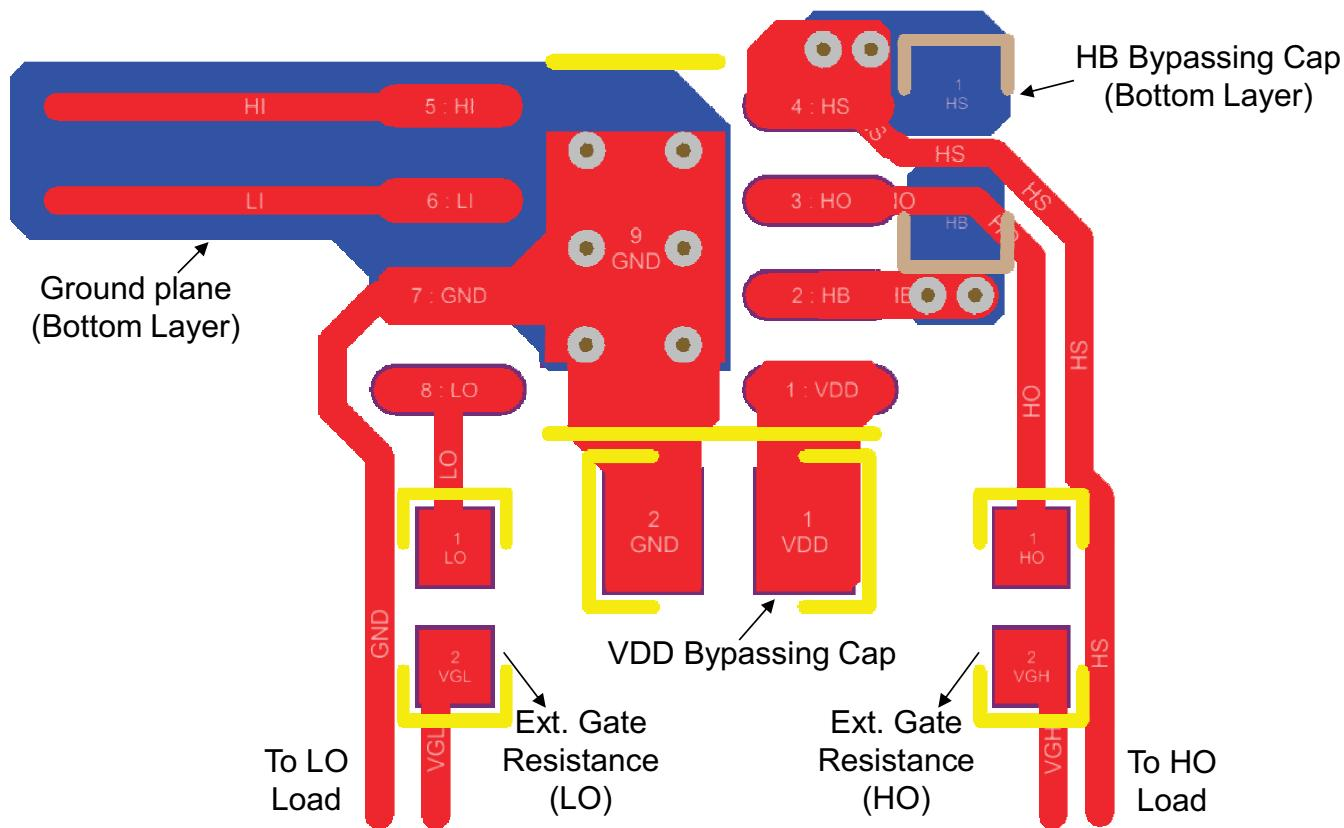

図 9-1. UCC27211A の PCB レイアウトの例
- V_{DD} - V_{SS} および V_{HB} - V_{HS} (ブートストラップ) コンデンサは、デバイスにできるだけ近づけて配置します (図 9-1 参照)。